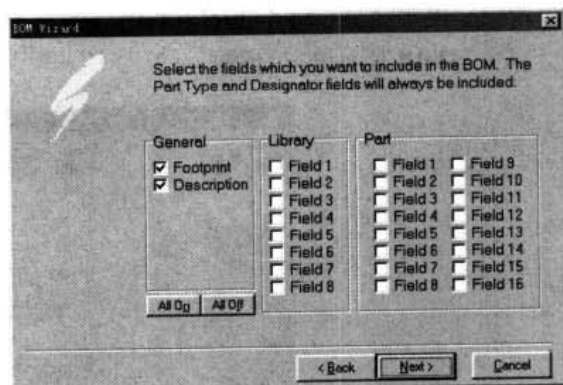

图 7-12 BOM Wizard 对话框之二
- (3) 选择了 Project 或 Sheet, 单击 Next 按钮后, 进入向导的下一步, 将出现图 7-12 所示的对话框。